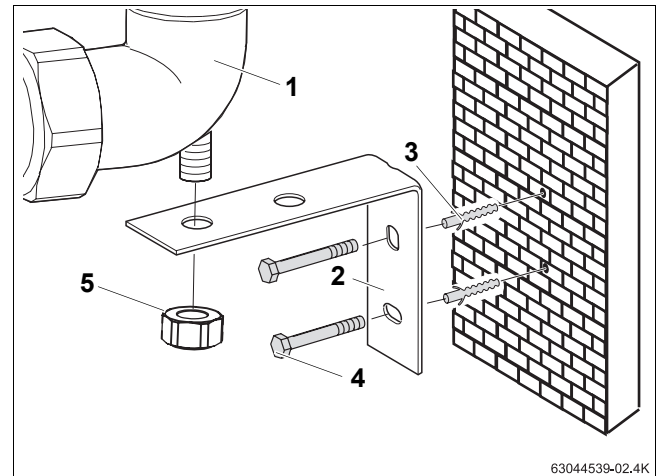

Bild 5 Wandhalter montieren (Darstellung ohne hintere Wärmedämmschale)
- ▶ Den Gewindestift M 8 am Winkel (→Bild 5, (1)) durch das Loch im Wandhalter (→Bild 5, (2)) führen und mit Mutter M 8 (→Bild 5, (5)) befestigen.